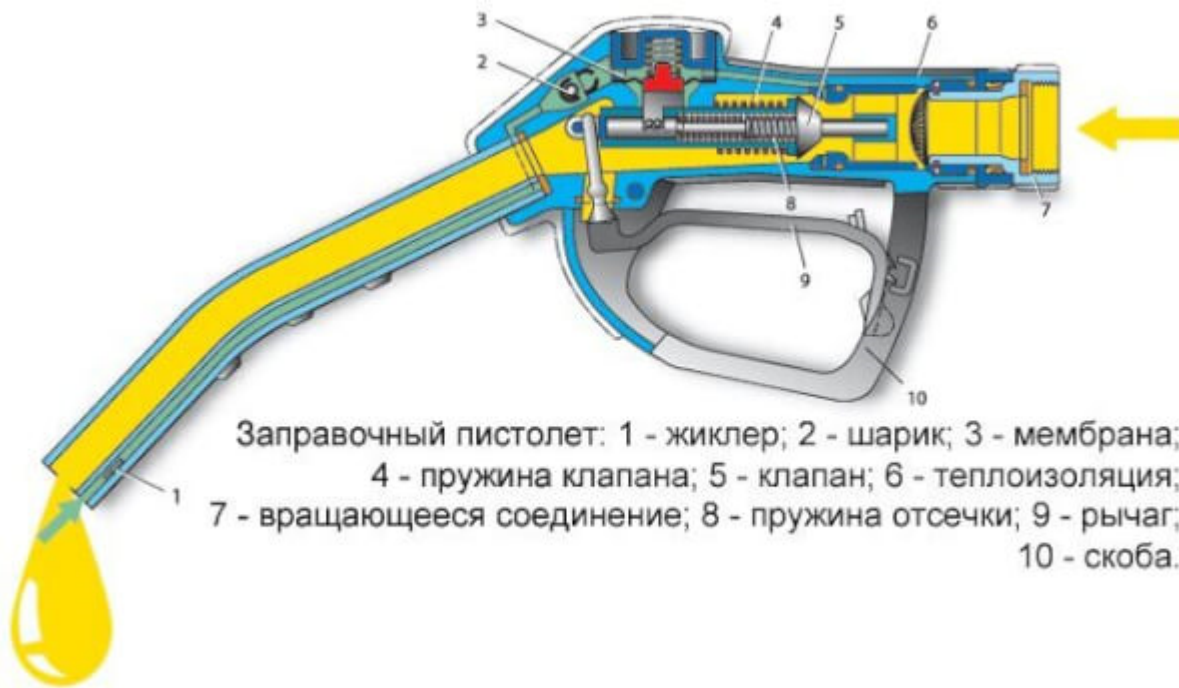

Рис. 3 - Раздаточный пистолет
9. Раздаточный пистолет (Рис. 3). Может называться по-разному, предназначен для управления подачи топлива в горловину бака, также отсекает подачу топлива при переполнении бака.